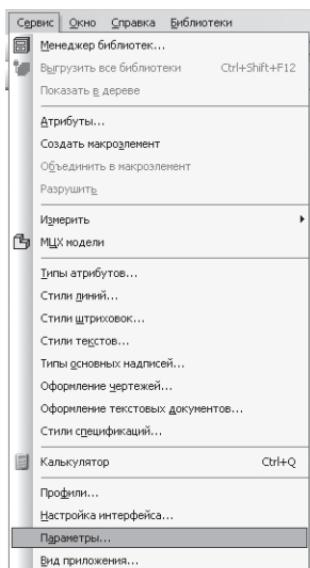
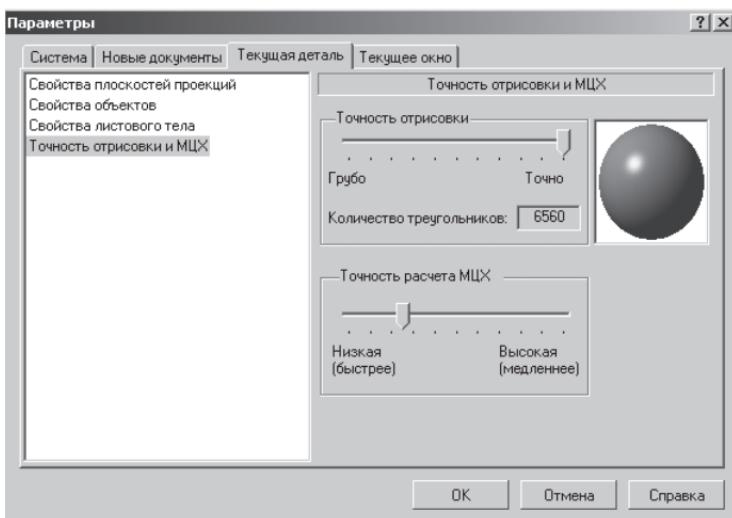

Рис. 133
Рис. 134
- на строке **Меню** выберите **Сервис – Параметры** (рис. 133), после щелчка ЛКМ раскроется диалоговое окно, укажите **Текущая деталь – Точность отрисовки и МЦХ** (массоцентровочная характеристика). В справочном поле диалога будет показан условный коэффициент точности отображения – количество треугольников, а в окне просмотра – изображение поверхности сферы при выбранной степени точности. «Бегунок», удерживая ЛКМ, переведите в положение **Точно**. Настроив точность отрисовки и расчетов, нажмите кнопку **OK** диалога (рис. 134). Чем выше точность, тем более «гладким» выглядит изображение;